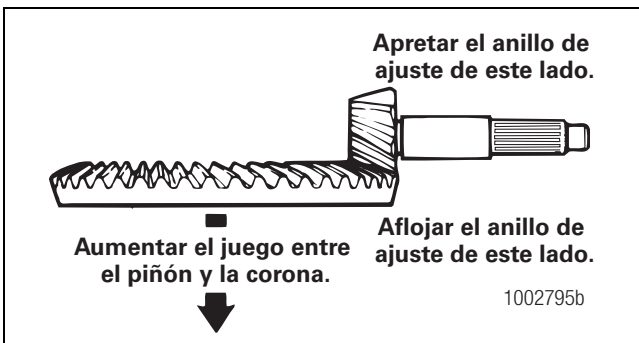

Figura 5.62
- **Para aumentar el juego entre el piñón y la corona:** Aleje del piñón de mando la corona. Figura 5.62.